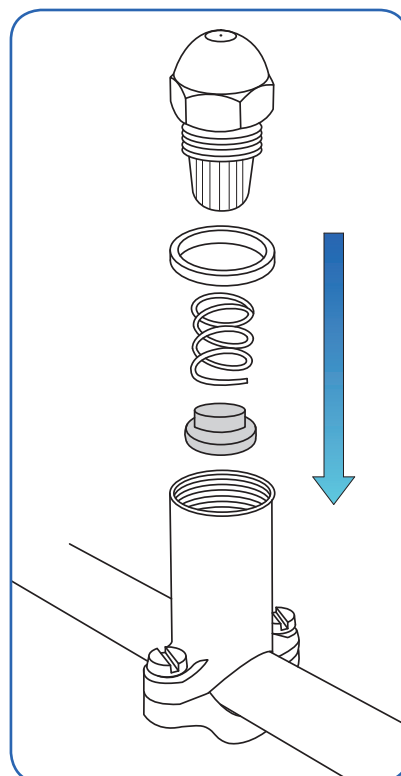

Fig. 07. Montar la boquilla en el soporte de boquilla.
- Montar la boquilla completa en el soporte de boquilla. (Fig. 07)